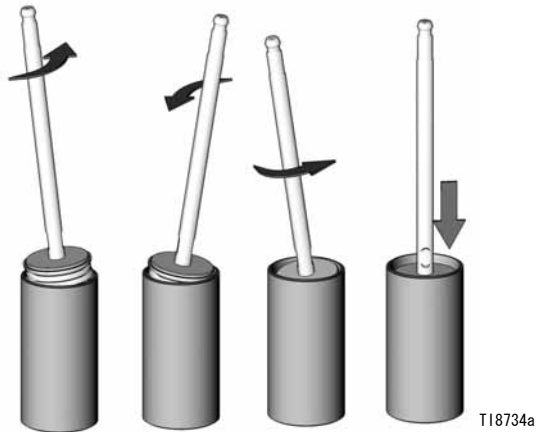

図 .6
8. シリンダ (4) の内側に潤滑剤を塗布します。ピストンアセンブリをシリンダ内に滑り込ませます。ピストンを図 .6 に示すように回します。